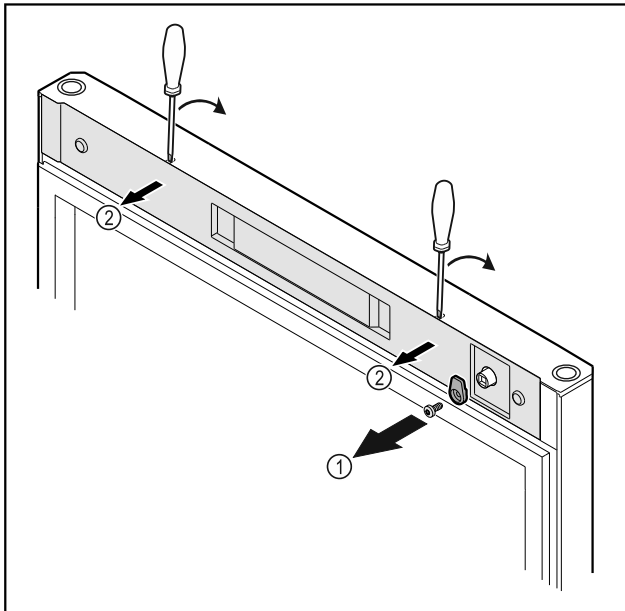

Fig. 21
- Skru låsekrogen Fig. 21 (1) af.
- Klik afdækningen Fig. 21 (2) ud med en lille skruetrækker, og tag den af.